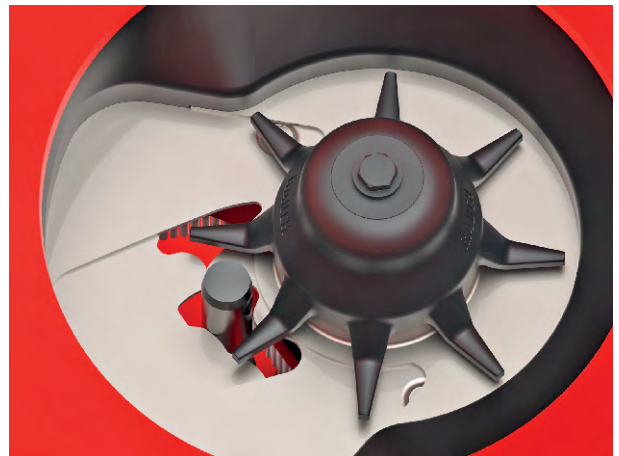

Fig. 57: Trækstangbolt i doseringsåbningen
- ✓ Doseringsspjældet er trykket let mod bolten. Se Fig. 57 *Trækstangbolt i doseringsåbningen*.